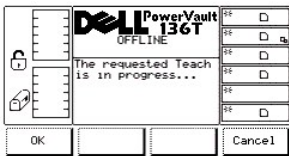

Figure 117. Service > Library > Exercice > Teach > Dialogue Teach in Progress
- 1 Si la touche de fonction **OK** est enfoncée, reportez-vous à la Figure 117 et à la Figure 118.